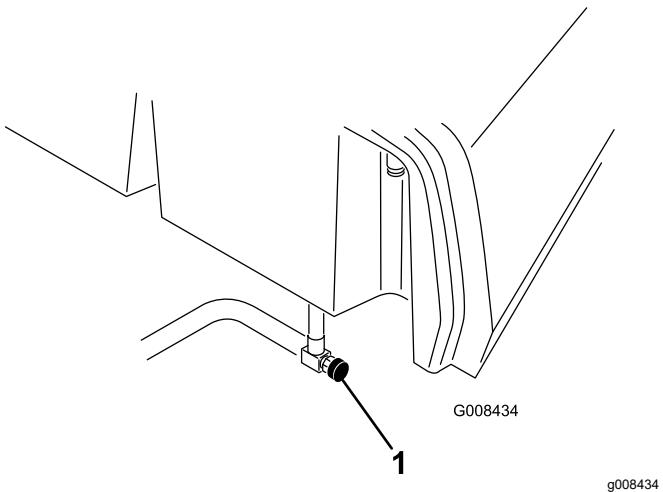

Figura 36
- Chiudete la valvola di intercettazione del carburante (Figura 36) sotto il serbatoio del carburante.